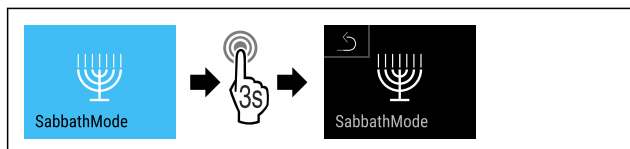

Fig. 13
- Genomför stegen (se Fig. 13).